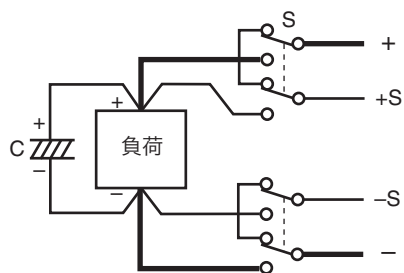

図 3-6 機械的スイッチによる ON/OFF
- ・負荷に供給する電力線を機械的スイッチで ON/OFF する場合は、図 3-6 のようにセンシング線にもスイッチを入れ、電力線とセンシング線を同時に ON/OFF してください。機械的スイッチを ON/OFF する前に、必ず OUTPUT スイッチまたは POWER スイッチを OFF してください。